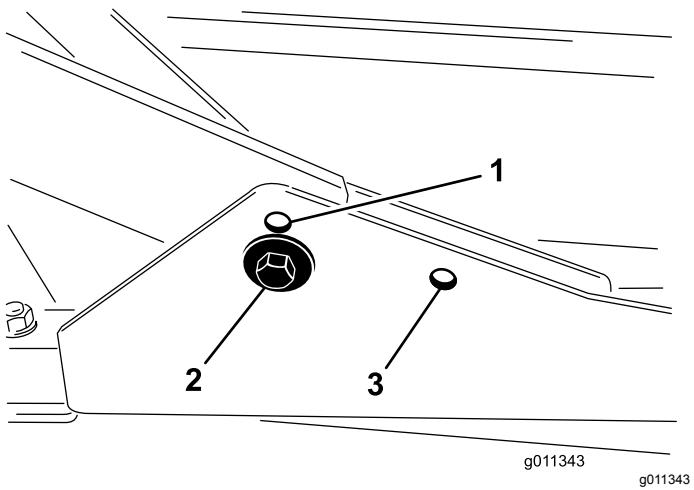

Figura 7
- Para alturas de corte entre 2,0 y 7,6 cm, los bastidores de tiro delanteros deben montarse en los taladros de montaje delanteros inferiores (**Figura 7**).
- Para alturas de corte entre 6,3 y 10 cm, los bastidores de tiro delanteros deben montarse en los taladros de montaje delanteros superiores (Figura 7).
Para todas las alturas de corte, la unidad de corte trasera debe montarse en los taladros de montaje traseros (Figura 7).